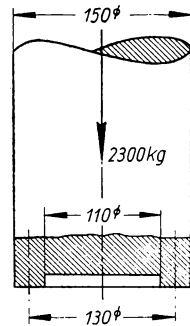

Bild 244
**374.** Der Spurzapfen einer Wasserturbine ist mit 2300 kg belastet und macht 140 U/min. Die Lauffläche des Zapfens ist ringförmig und hat 150 mm äußeren und 110 mm inneren Durchmesser (Bild 244). Der Reibungswiderstand kann auf dem mittleren Laufkreise von 130 mm Durchmesser vereinigt gedacht werden. Die Reibungszahl ist bei bester Schmierung 0,03. Die Turbine verbraucht